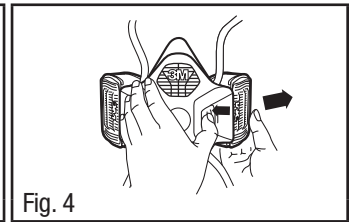

Fig. 4
5. Para remover o cartucho/filtro, pressione o botão azul de liberação do cartucho/filtro e, simultaneamente, puxe-o para fora (Fig. 4).